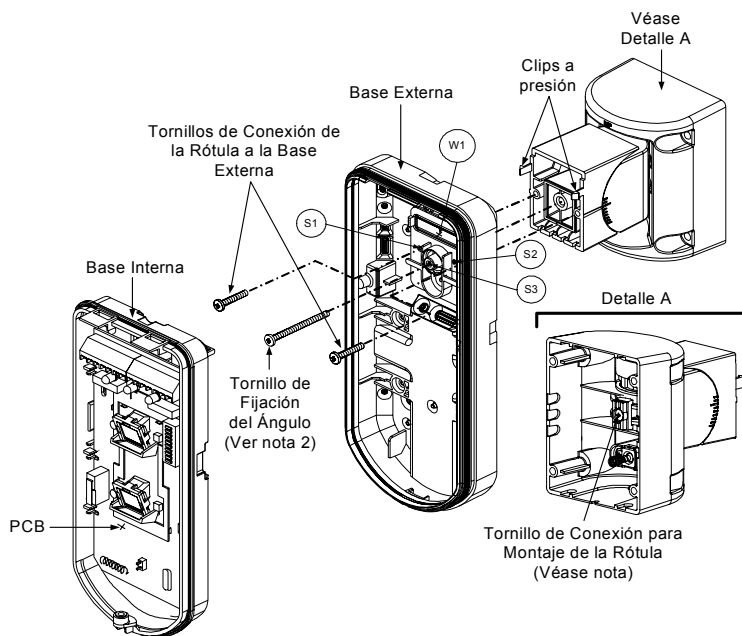

Figura 7
- Conecte la base externa a la rótula giratoria mediante los clips para tal fin (Figura 7).
- Fije la base externa a la rótula giratoria con 2 tornillos sujetos a los agujeros pre-marcados S1 y S2 (Figura 7).
- Inserte el tornillo suministrado de fijación del ángulo, desde la base externa a través del agujero pre-marcado S3 hasta la rótula giratoria estándar (Figura 7).